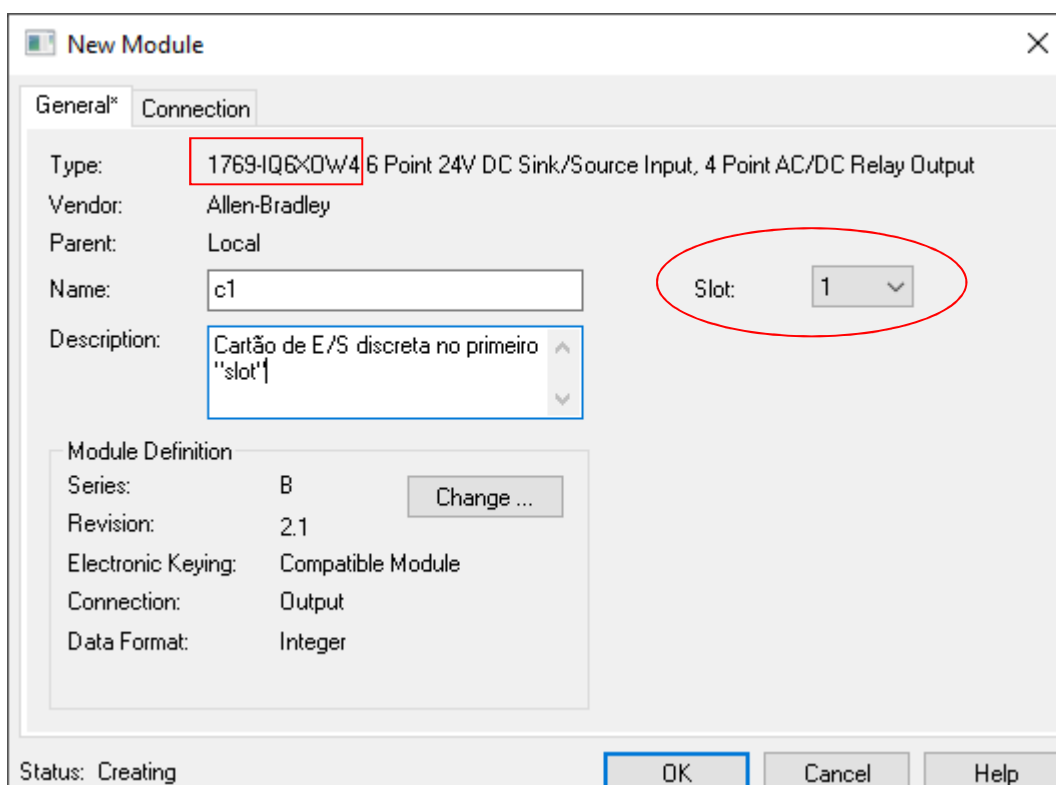

Figura 6: Configuração do Módulo
- No campo *Name*, recomenda-se colocar “cN”, onde N refere-se ao número do *slot* (figura 6).